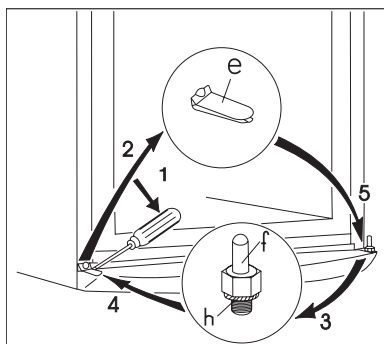

bild 4
- Løft ut innleggsdelen for det nedre panelgitteret (e) med en skrutrekker (fig. 4).
- Skru ut festebolten nederst på fryserens dør (h, f) og skru den inn på den andre siden. Ikke glem avstandsstykket (h) (fig. 4).
- Plasser døren til fryseren på den nederste festebolten (f) (fig. 4).